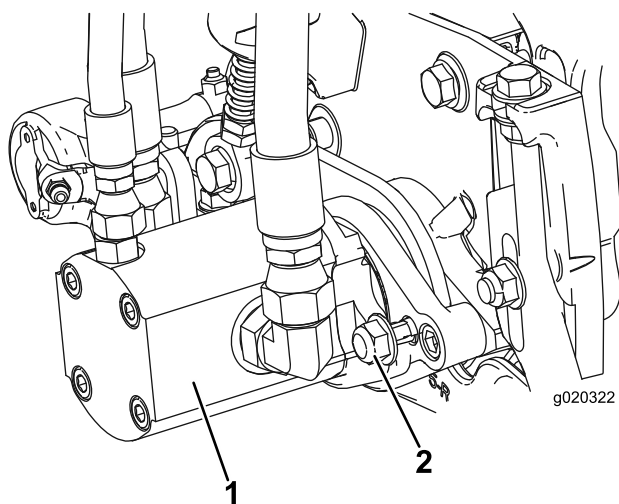

Figura 11
- Montate il motore ruotandolo in senso orario in modo che le flange del motore non tocchino i dadi di bloccaggio (Figura 11). Fate girare il motore in senso antiorario fin quando le flange non circondano i dadi, quindi serrate i dadi stessi.